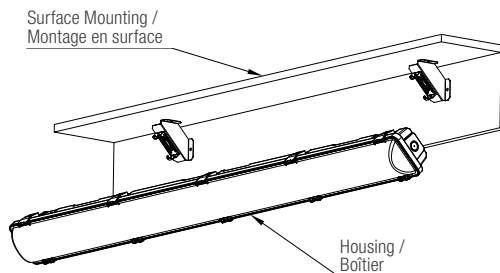

Figure 9
2. Use the appropriate mounting hardware to secure the angle bracket to the mounting surface as shown in Figure 9.
2. Utilisez le matériel de montage approprié pour fixer l'équerre à la surface de montage, comme indiqué dans la figure 9.